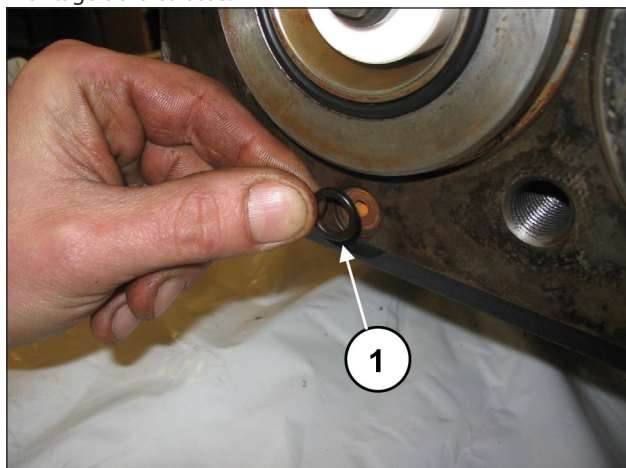

Fig. 171
Monter le joint torique du trou de recirculation (rep. ①, Fig. 171). **Faciliter la stabilité du joint torique dans son siège en l'humectant légèrement de graisse.**